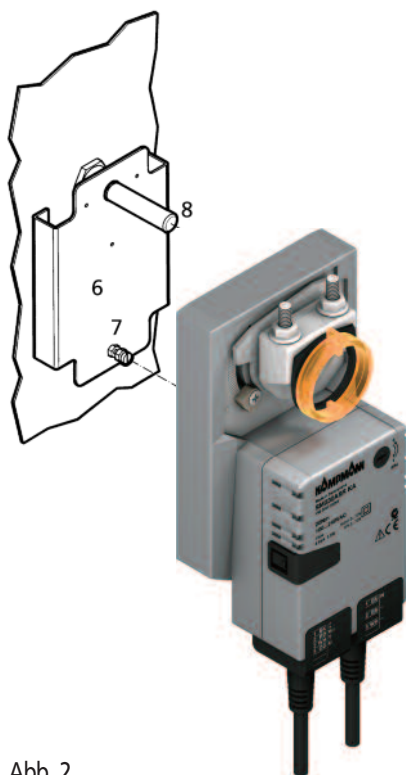

Abb. 2
Mischluftklappe bzw. Jalousie in Stellung „Auf“ bringen (s. Aufkleber Drehrichtung). Steckmotor mit der rückwertigen Auskerbung (5) in den Stehbolzen (7) der Halterung (6) einhaken und auf die Drehachse (8) schieben (s. Abb. 2). Muttern des V-Bügels vom Klemmblock (2) festziehen; Dabei darauf achten, dass die Mischluftklappe bzw. Jalousie in der Endstellung „Auf“ (geöffnet) steht, ggf. festhalten. Drehsinnschalter (3) in Stellung ↻ bringen